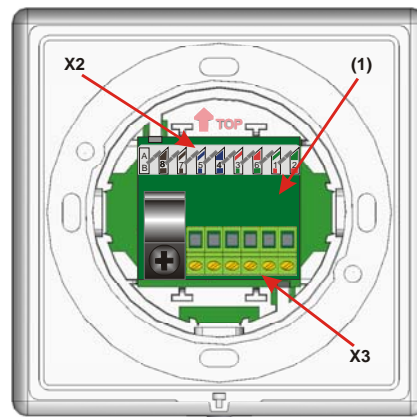

Abbildung 4: Rückansicht mit eingearasteter Anschlussplatine (1)
- Anschlussplatine von hinten in das Gehäuseunterteil einrasten (siehe: Abbildung 4).